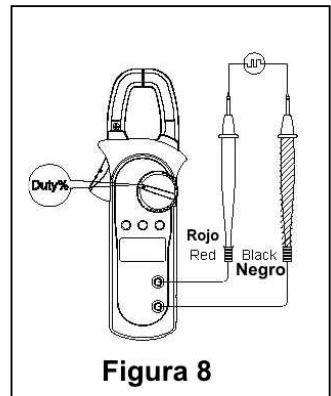

Figura 8
F. Medición Ciclo de Trabajo (ver figura 8).